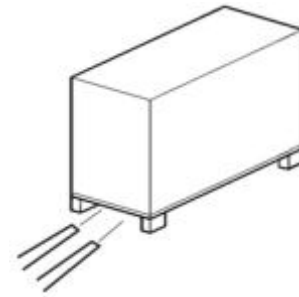

Рис. 25: Транспортировка с помощью вилочного погрузчика
1. Подвести вилочный погрузчик вилами так, как показано на Рис. 25.